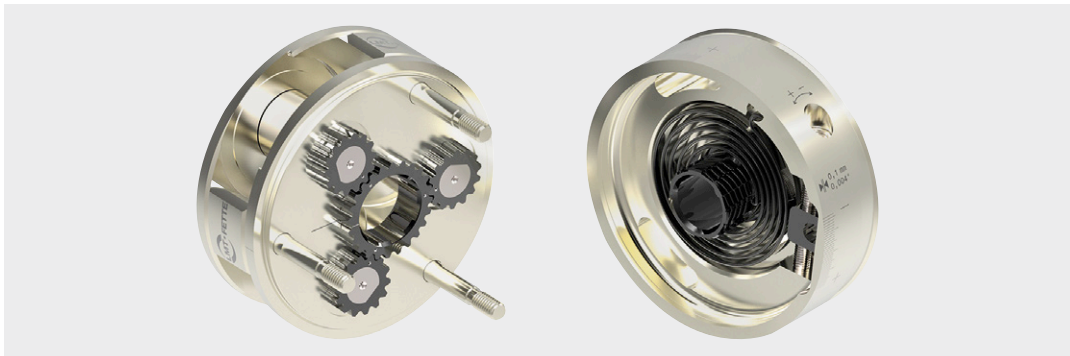

Abb. 17: *Rollsystem*gehäuse und Rollenkäfig voneinander getrennt
5. Umfassen Sie das *Rollsystem*gehäuse und ziehen Sie das *Rollsystem*gehäuse so von dem Rollenkäfig ab, dass die Baugruppen wie in Abb. 17 *Rollsystem*gehäuse und Rollenkäfig voneinander getrennt dargestellt vorliegen.